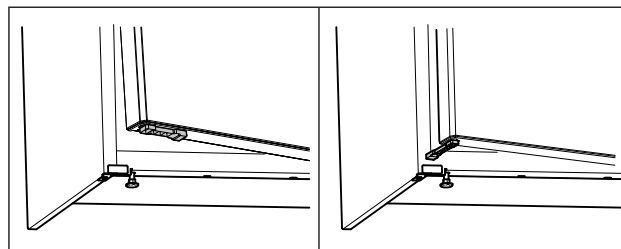

Fig. 62 *
- Завъртете ограничителя за отваряне на вратата на 90°. (виж Fig. 62) *